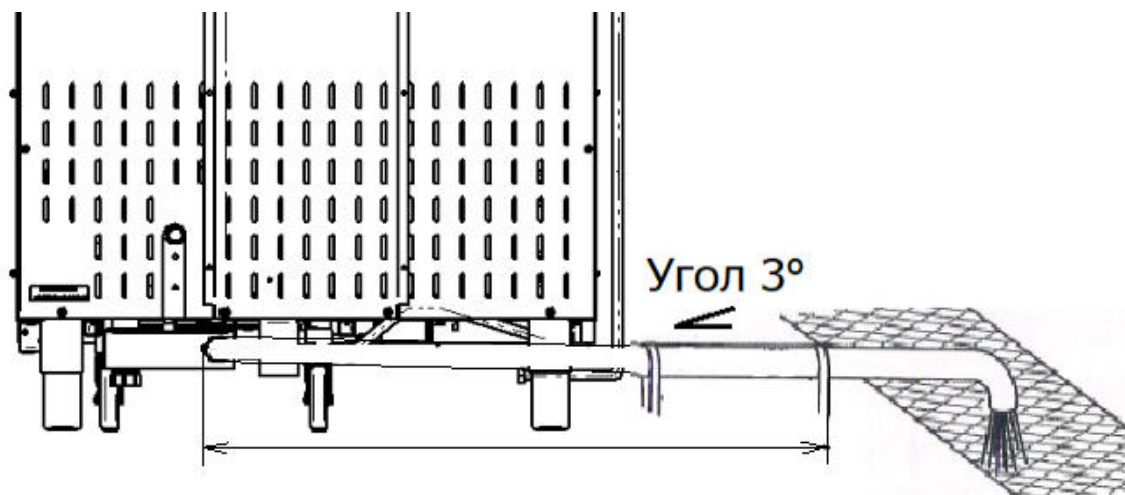

Рис. 11 Подключение пароконвектота к канализации – слив в трап.
- канализация для подключения пароконвектомата одним из способов подключения указанными на рис. 11...13;